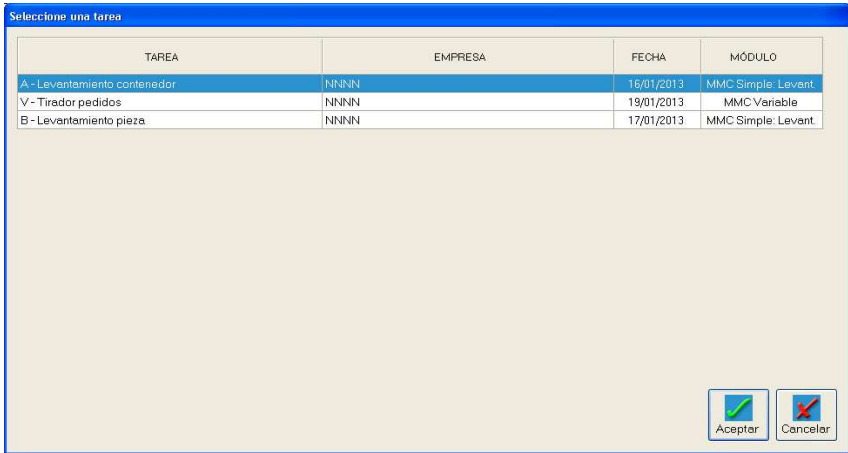

Figura 3. MMC Secuencial, ventana para seleccionar las tareas de la rotación.
- *Añadir.* Muestra primero una ventana donde el evaluador asigna un **código** breve (máximo 3 caracteres) para identificar la tarea, y luego aparece otra ventana (Figura 3) donde hay que seleccionar la T_{orig} que se añadirá a la lista de tareas de la rotación. En esta ventana de selección sólo aparecen aquellas T_{orig} que se encuentran en la carpeta de trabajo actual (es decir, donde se ha creado la tarea secuencial).